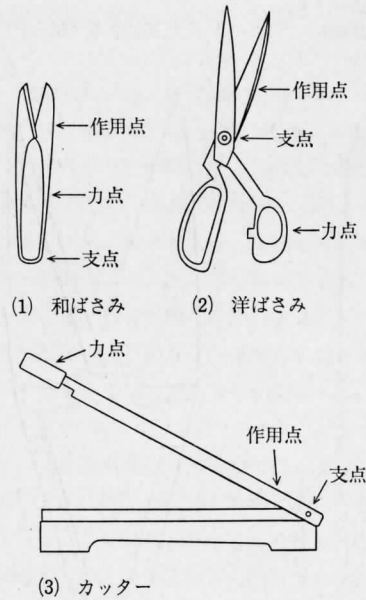

図2 はさみの三形態
はさみの力をいれる点を力点、切れる点を作用点、動かない点を支点とよぶなら、はさみは、図2に示す3つのタイプに分類できる。
モデルを単純にするために、カッター (図 2 の (3)) の例を考える。下刃を固定し、上刃についてだけ考える。まず、速度一定のモデルを図 12 に示す。下刃を横軸